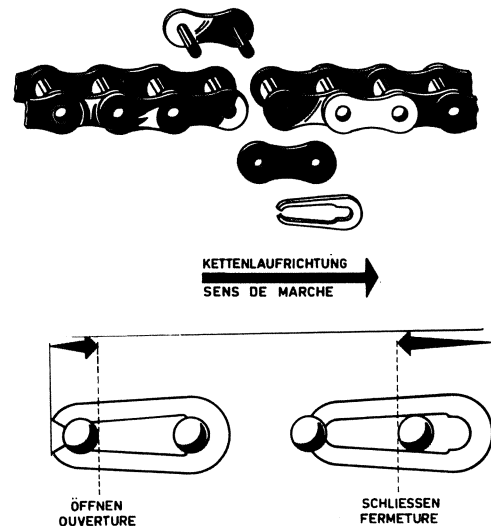

Fig. 3
- Mittels Nietenzieher Nr 311.006 die Niete aus der zweiten Platte treiben, d.h. 2. und 4. Niete vom Kettenende gesehen (siehe Fig. 3). Die zwei Endglieder sind zu entfernen
- Gekröpftes-Doppelglied (das sich als Reserveteil im Werkzeugkasten befindet) laut Variante "a" oder "b" der Fig. 3 montieren, d.h. unter Verwendung der ausgebauten Glied-Platten oder eines zweiten Verschlussgliedes.
- Au moyen du chasse-rivet No 311.006 extraire les rivets de la deuxième plaque, c.-à-d. le 3e et le 4e rivet à partir de l'extrémité de la chaîne (voir fig. 3) et éliminer deux maillons
- Monter le maillon double coudé contenu comme pièce de réserve dans la sacoche à outils, selon variante "a" ou "b" de la fig. 3, c.-à-d. en utilisant pour l'accouplement, soit les plaques du maillon démonté, soit un deuxième maillon de fermeture.